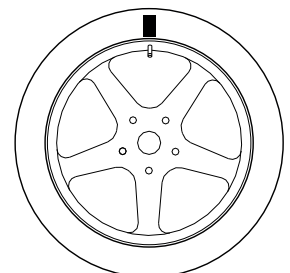

Abb. 16: Markieren d. Ventilposition auf dem Reifen
5. Wenn die Anzeige von Abb. 15 auf dem Display erscheint, bringen Sie das Ventil in die 12-Uhr- Position. Markieren Sie die Ventilposition auf dem Reifen. (Abb. 16)
10. Wenn Sie mit der Ausrichtung fortfahren, drehen Sie das Rad, bis alle Positionspfeile aufleuchten und **markieren** Sie dann die **12-Uhr-Position**, wie in Abb. 16.